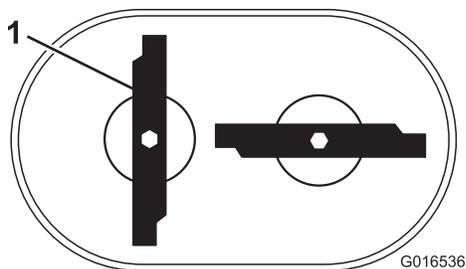

Figure 47
**Remarque:** Les lames doivent être perpendiculaires et former un « T » inversé, comme montré à la Figure 47.